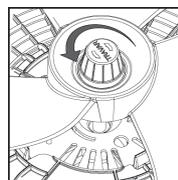

Figura 07
7. Rosquear a porca da hélice no eixo, girando-a no sentido anti-horário até encostar a superfície da porca da hélice (Ver **figura 07**).